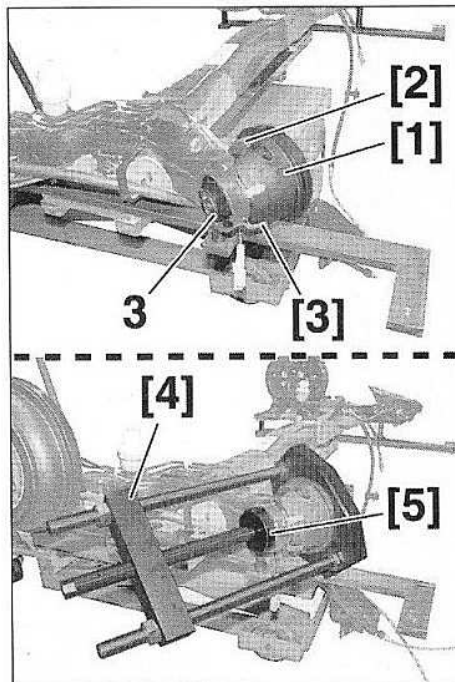

FIG.55
- Mettre en place les outils [1], [2] et [3] puis [4] et [5] sur l'essieu arrière (Fig.55).